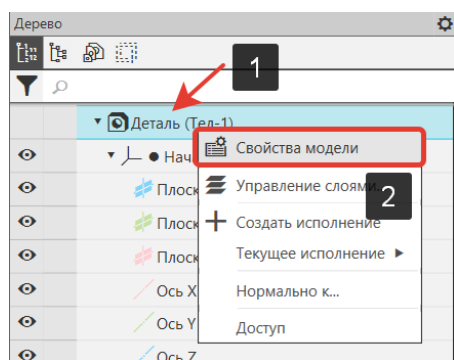

Рисунок 32 – Свойства модели
- В дереве модели кликнем правой кнопкой мышки на строку «Деталь» (1) в диалоговом окне выберем строку Свойства модели (2) (Рисунок 32);